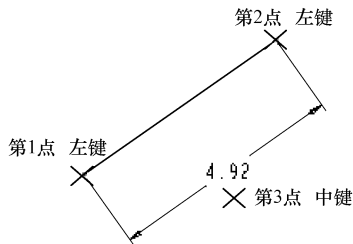

图 3-72 标注直线
- 如图 3-72 所示，连续单击选取直线两端点（第 1 点和第 2 点），在欲放置尺寸的位置（第 3 点）单击鼠标中键，出现组合框，输入正确的尺寸数字，在组合框外单击鼠标中键或按〈Enter〉键确认，完成标注。